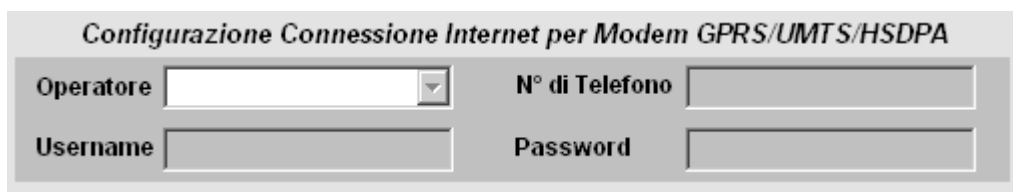

Figura 57 – Configurazione Operatore Telefonico
- verificare di aver impostato correttamente i parametri di connessione (Figura 57).